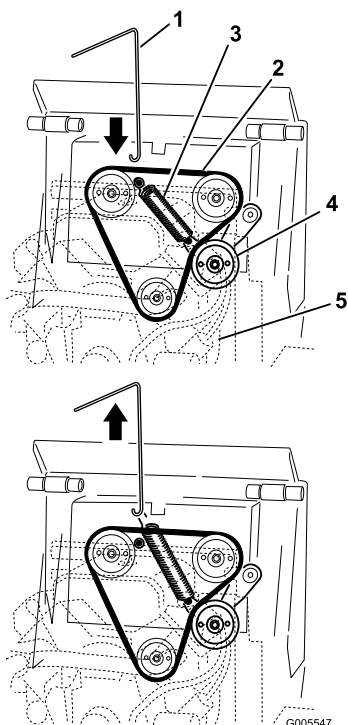

Figure 43
3. Accrochez le crochet de l'outil de dépose au crochet du ressort de la poulie de tension, et décrochez le ressort du goujon, comme illustré à la Figure 43.